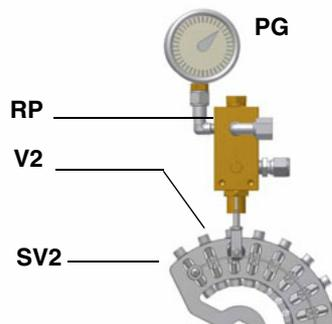

Fig. 25
- 9 per ottenere la portata massima dell'olio regolare la pressione (leggendo il valore sul manometro PG), senza variare la portata d'aria stabilita durante la taratura in funzionamento a gas (vedi par. precedente): sempre controllando i valori di combustione, agire sulla vite del settore variabile relativo all'olio **SV2** (vd. Fig. 25) una volta raggiunta la posizione di alta fiamma.